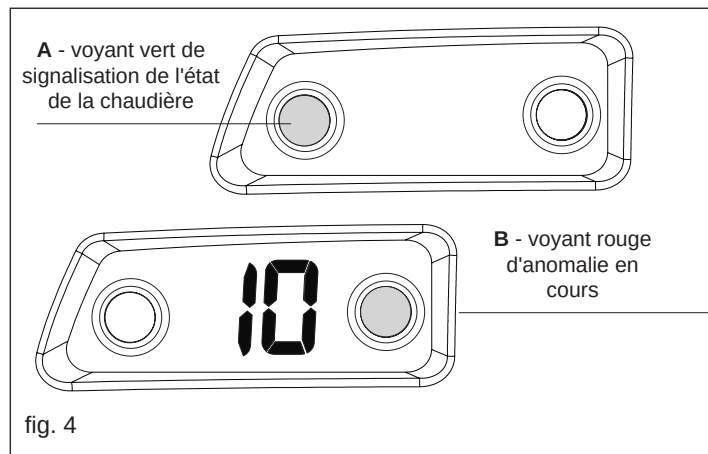

fig. 4
- En présence d'une demande de chaleur, la chaudière démarre, la flamme s'allume et le signal lumineux s'allume en vert fixe (A - fig. 4).
En cas d'anomalie d'allumage ou de fonctionnement, la chaudière réalisera un «arrêt de sécurité». Sur le panneau de commande, le voyant vert s'éteindra, l'écran affichera un code d'anomalie clignotant et, en cas de blocage, le voyant rouge (B - fig. 4) s'allumera.